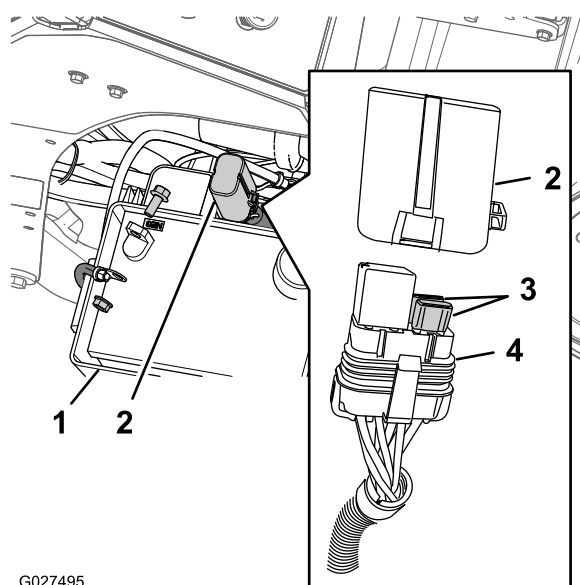

Figure 80
2. Appuyez sur les languettes du porte-fusibles/relais pour en détacher le couvercle (Figure 80).
3. Sortez le fusible de son emplacement dans le porte-fusibles/relais (Figure 80).
4. Insérez un fusible de même type (20 A) dans l'emplacement dans le porte-fusibles/relais (Figure 80).
5. Poussez le couvercle sur le porte-fusibles/relais jusqu'à ce qu'il s'enclenche en place (Figure 80).